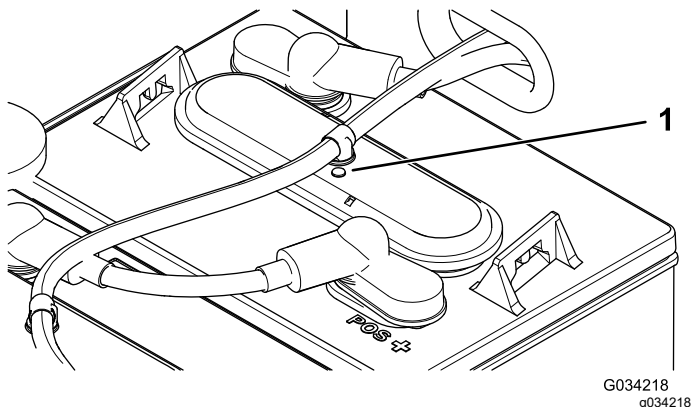

図 37
3. 各バッテリーのアイレットの色黒または白を調べる 図 37。